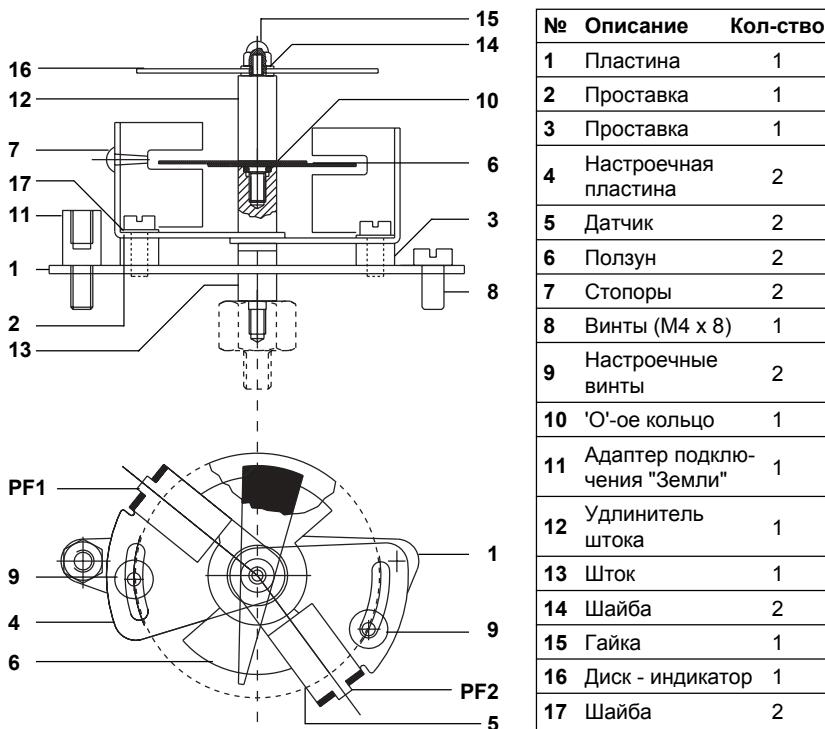

Рис. 7 Схема монтажа
4.3.1 Установите сборку переключателей "Pepperl и Fuchs" компоненты которых изображены на Рис. 6, а на Рис. 7 показано как эта сборка должна монтироваться.
Для точной настройки необходим индикатор включения, подключаемый к клеммам 1 и 2 для датчика **PF1** и к клеммам 3 и 4 для датчика **PF2**. Установите шток клапана в желаемое положение срабатывания датчика **PF1** (5). Если требуется точная настройка ослабьте винт (9) и слегка поворачивайте пластину (4) до срабатывания датчика. Затяните винт (9) в полученном положении. То же самое должно быть проделано для датчика **PF2**, поддерживая настройку датчика **PF1** в прежнем положении (см. Рис. 7).